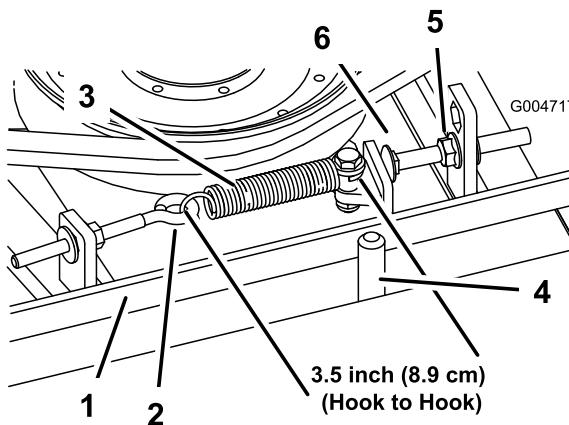

Figura 99
Cuando está correctamente tensado, la longitud en el interior del muelle de extensión (entre ganchos) debe ser de 8,3 cm a 9,5 cm aproximadamente. Una vez que haya obtenido la tensión correcta del muelle, ajuste el perno de tope (perno de cuello cuadrado) hasta que quede aproximadamente 2–5 mm de holgura entre la cabeza del perno y el brazo tensor (Figura 99).
**Nota:** Asegúrese de que la correa está colocada en el lado del muelle de la guía de la correa (Figura 99).
2. Afloje el perno de ojal para poder retirar el muelle de extensión (Figura 99).
3. Afloje la tuerca con arandela prensada que fija el perno de tope a la pestaña de montaje, y aparte la polea tensora de la correa para aliviar la tensión de la correa (Figura 99).
9. Conecte el muelle de extensión (Figura 99) al perno de ojal y tense la correa de la siguiente manera: